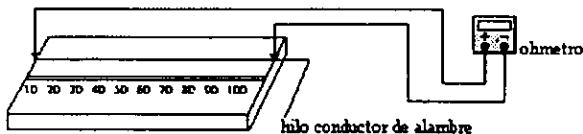

FIGURA 6
- a) Disponga los elementos como se muestra en la figura 6.